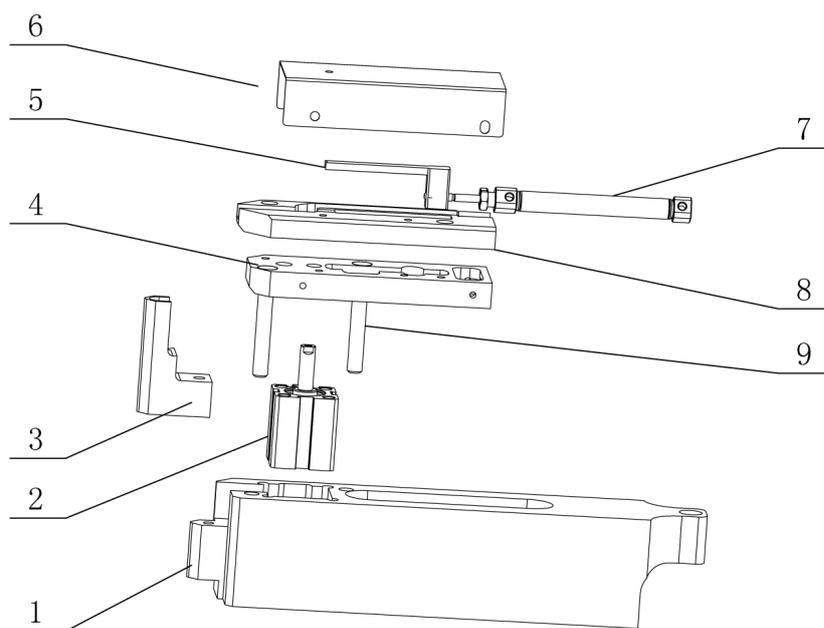

Рисунок 8.11
**Дроссельный клапан 1:** Отрегулируйте скорость перемещения наконечника назад (рис. 8.11). Для уменьшения скорости поверните дроссельный клапан по часовой стрелке, для увеличения скорости – против часовой стрелки.
**Дроссельный клапан 2:** Отрегулируйте скорость перемещения наконечника вперед (рис. 8.11). Для уменьшения скорости поверните дроссельный клапан по часовой стрелке, для увеличения скорости – против часовой стрелки.
**Дроссельный клапан 3:** Отрегулируйте скорость подъема воздушного цилиндра 2 (рис. 8.11). Для уменьшения скорости поверните дроссельный клапан по часовой стрелке, для увеличения скорости – против часовой стрелки.
**Дроссельный клапан 4:** Отрегулируйте скорость опускания воздушного цилиндра 2 (рис. 8.11). Для уменьшения скорости поверните дроссельный клапан по часовой стрелке, для увеличения скорости – против часовой стрелки.
C: Наконечник воздушного цилиндра (поз. 2 на рис. 8.11) упирается на нижнем инструменте. Поверните клапан 1 против часовой стрелки для увеличения скорости обратного перемещения наконечника.